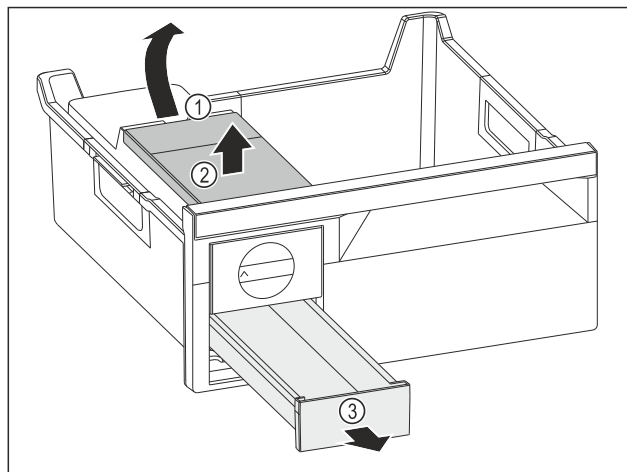

Fig. 144
- ▶ Wassertank entnehmen: Wassertank an der Aussparung Fig. 144 (1) anheben.
- ▶ Wassertank Fig. 144 (2) nach oben entnehmen.
- ▶ Eiswürfelschubfach Fig. 144 (3) nach vorne entnehmen.